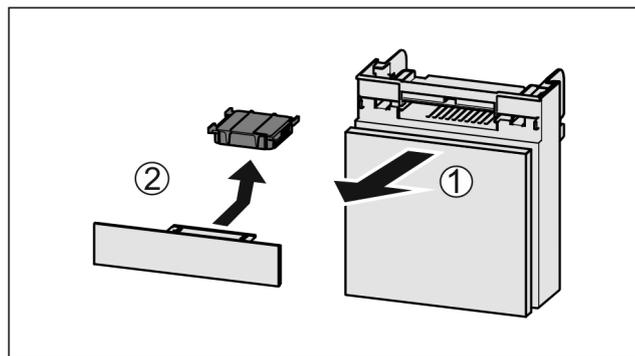

Fig. 45
- Estrarre il vano tirando in avanti Fig. 45 (1).
- Rimuovere il filtro a carboni attivi Fig. 45 (2).